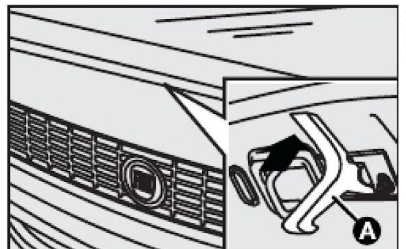

fig. 93
- 2) Puxar a trava **A-fig. 93** localizada acima da grade frontal sob o capô. Como indicado pela seta;